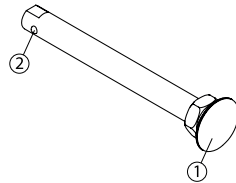

ABB. 6
- Drücken Sie zum Abnehmen der Hinterräder die Taste in der Mitte der Radnabe (ABB. 6) und ziehen Sie dann das Rad ab (1).
- Achten Sie immer darauf, dass die Rastkugeln (2) aus der Achsdurchführung herausragen, sodass das Rad sicher geschlossen ist.